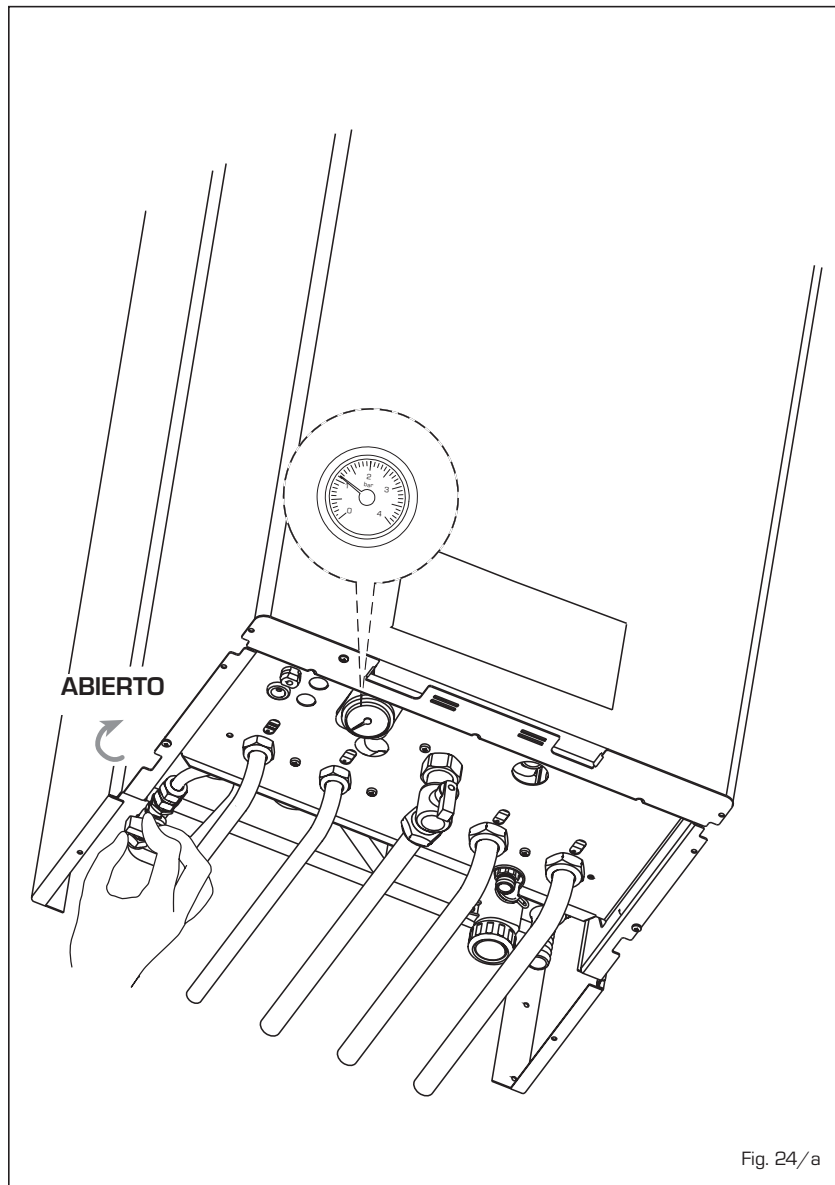

Fig. 24/a
- ANOMALÍA BAJA PRESIÓN AGUA "AL 02" (fig. 24/a)